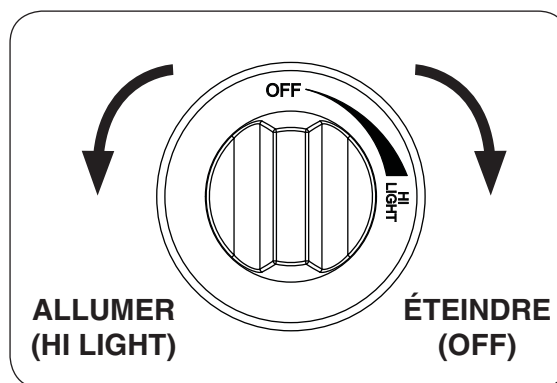

Fig. 26-2
4. **Tout en maintenant le bouton d'allumage dans, vérifiez que l'étincelle de l'électrode est terre à tube éclair**, puis appuyez sur le bouton de contrôle du gaz et tourner **progressivement** dans le sens antihoraire à la position de **HI LIGHT (allumer)** (voir Fig. 26-2). Votre brûleur devrait s'allumer.
Pour éteindre le brûleur à gaz, appuyer sur le bouton de contrôle du gaz et tourner dans le sens horaire à la position **OFF (éteindre)** (voir Fig. 26-2). Assurez-vous que le bouton de commande est tourné complètement hors tension pour éviter toute fuite de gaz.